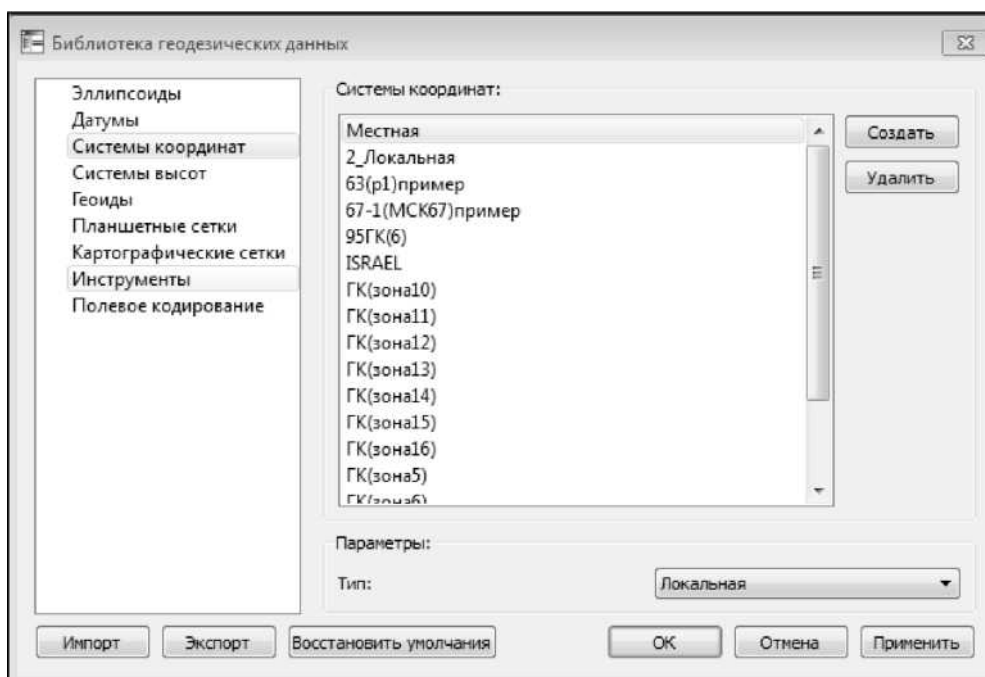

Рис. 2.2
2.1. Откройте Геодезическую библиотеку командой Сервис/ Геодезическая библиотека (рис. 2.2). И выберите узел Системы координат.